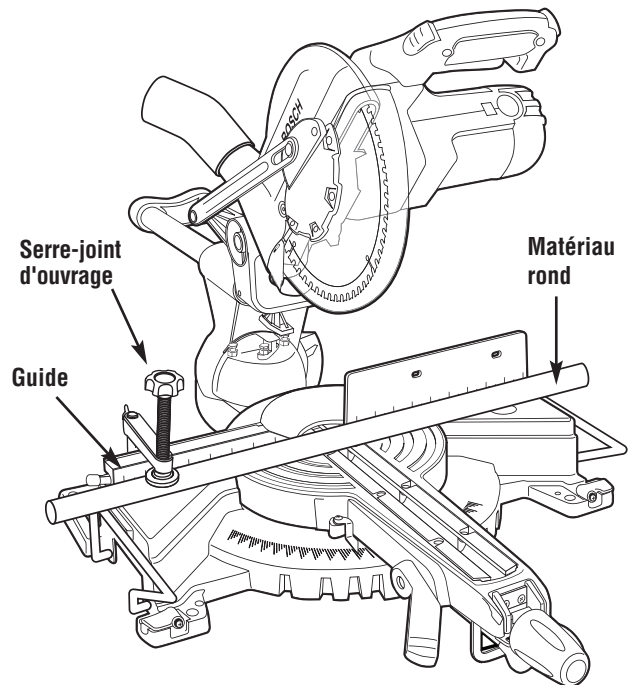

Figure 36. Matériau rond
**⚠ AVERTISSEMENT** Pour les matériaux ronds tels que les goujons ou les tubes, utilisez toujours un serre-joint ou un dispositif conçu de manière à cramponner l'ouvrage fermement contre le guide et la table. Les goujons ont tendance à rouler pendant qu'on les coupe, ce qui amène la lame à « mordre » et tire l'ouvrage et votre main dans la lame (Figure 36).